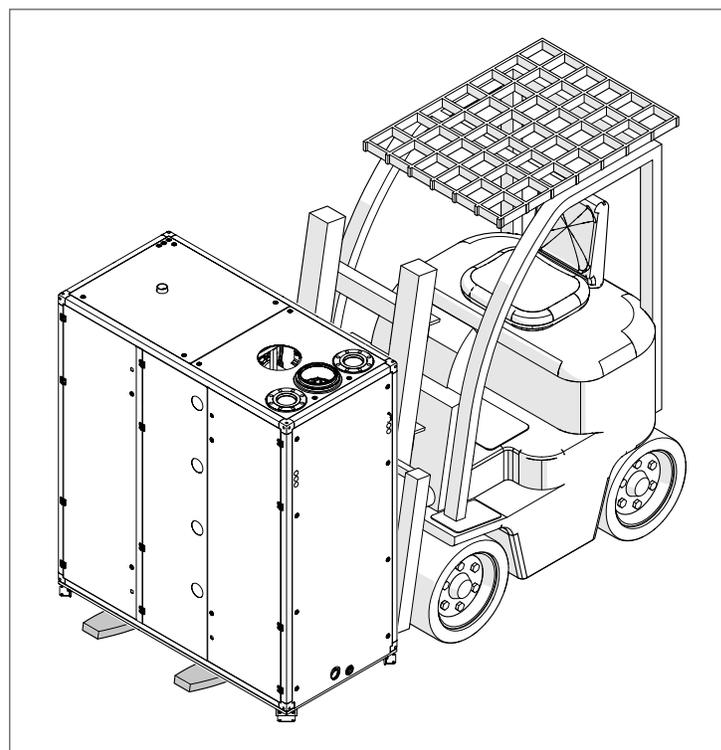

Fig. 4 Manutention des modèles Array AR 3000 et AR 4000 par lève-palette
**⚠ AVERTISSEMENT :** Lors du levage ou du déplacement de la chaudière à l'aide d'un lève-palette, assurez-vous que les fourches sont plus longues que la taille de la chaudière (largeur ou profondeur) pour que les fourches de levage dépassent comme illustré dans la Fig. 4.